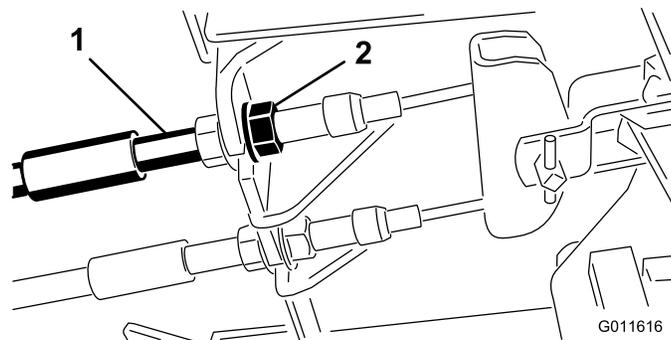

Рисунок 87
1. Чтобы уменьшить свободный ход тормозных педалей, затяните тормоза, ослабив переднюю гайку на резьбовом конце троса тормоза (Рисунок 87).